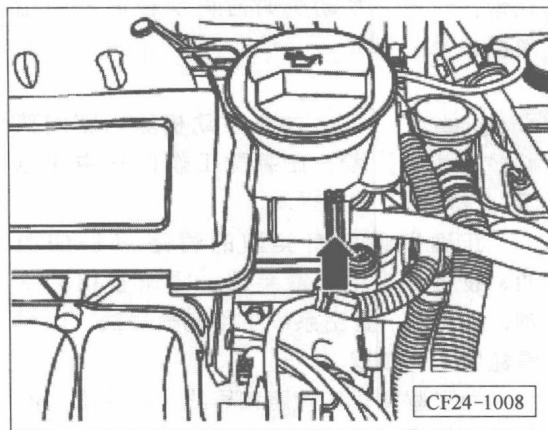

图 2-7 真空管
⑮ 将真空管 (箭头) 从进气管上拔下, 见图 2-7。
⑯ 脱开通往热交换器的水管卡子 (箭头) 拔出水管, 见图 2-7。
⑰ 断开散热器上部水管连接。